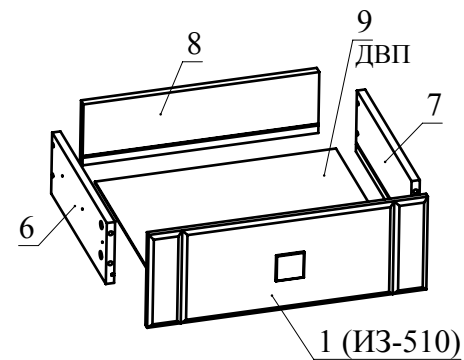

Рис.9
- Соберите ящики. Для этого соедините деталь 8 с деталями 6 и 7 с помощью конфирматов. Затем вставьте дно ящика 9 из ДВП в пазы деталей 6, 7, 8. Соедините деталь 1 от ИЗ-510 с деталями 6, 7 и затяните головки минификсов. С помощью винтов М4х20 закрепите ручки на фасадах ящиков (Рис. 9).